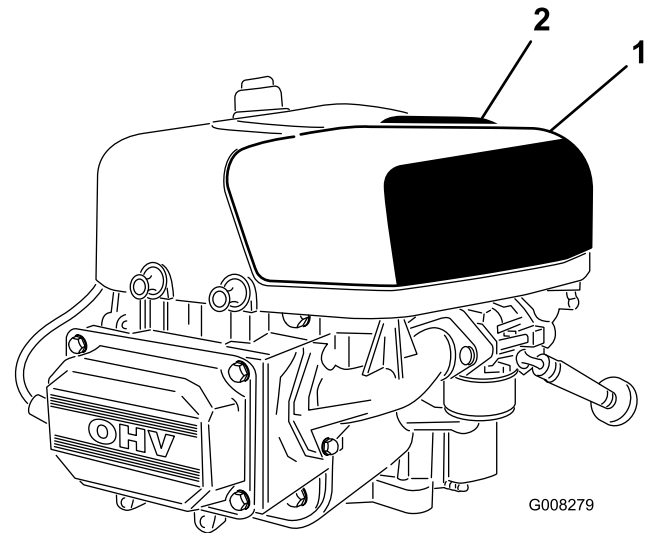

Figure 21
2. Tirez la poignée du couvercle du filtre à air et tournez-la vers le moteur (Figure 21).